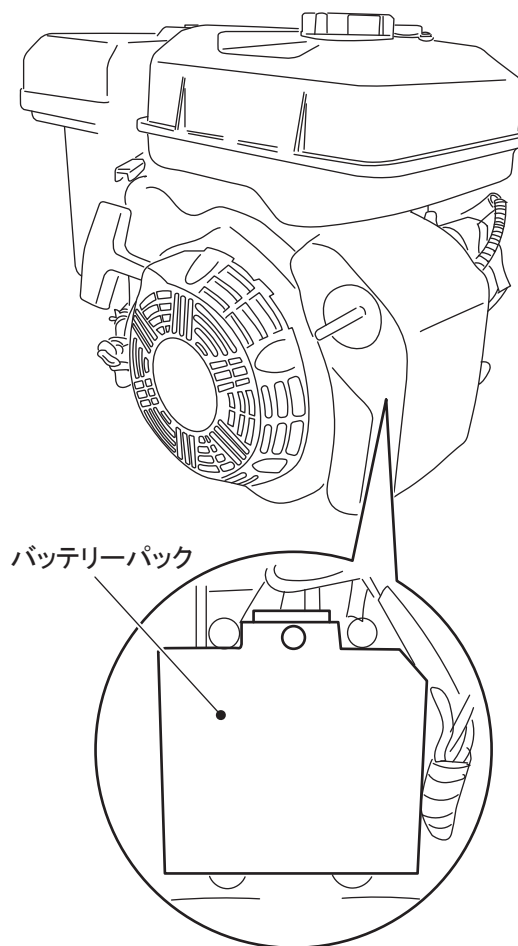

図 36
- MCD-K12MS,K12MS-SGK用エンジンには充電式リチウムイオンバッテリーパックを内蔵しています。(図36)